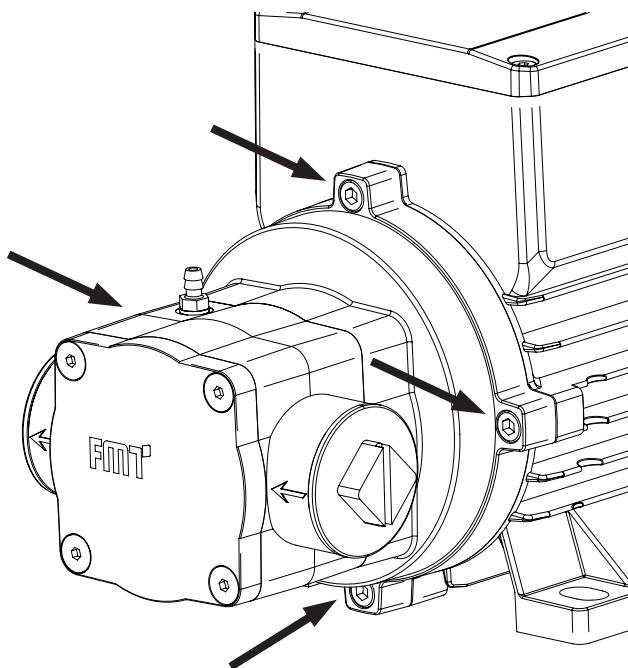

Рисунок 6-2: Расположение винтов для изменения сборки насосного агрегата
- Сначала снимите 4 винта (⇒ см. Рис. 6-2);